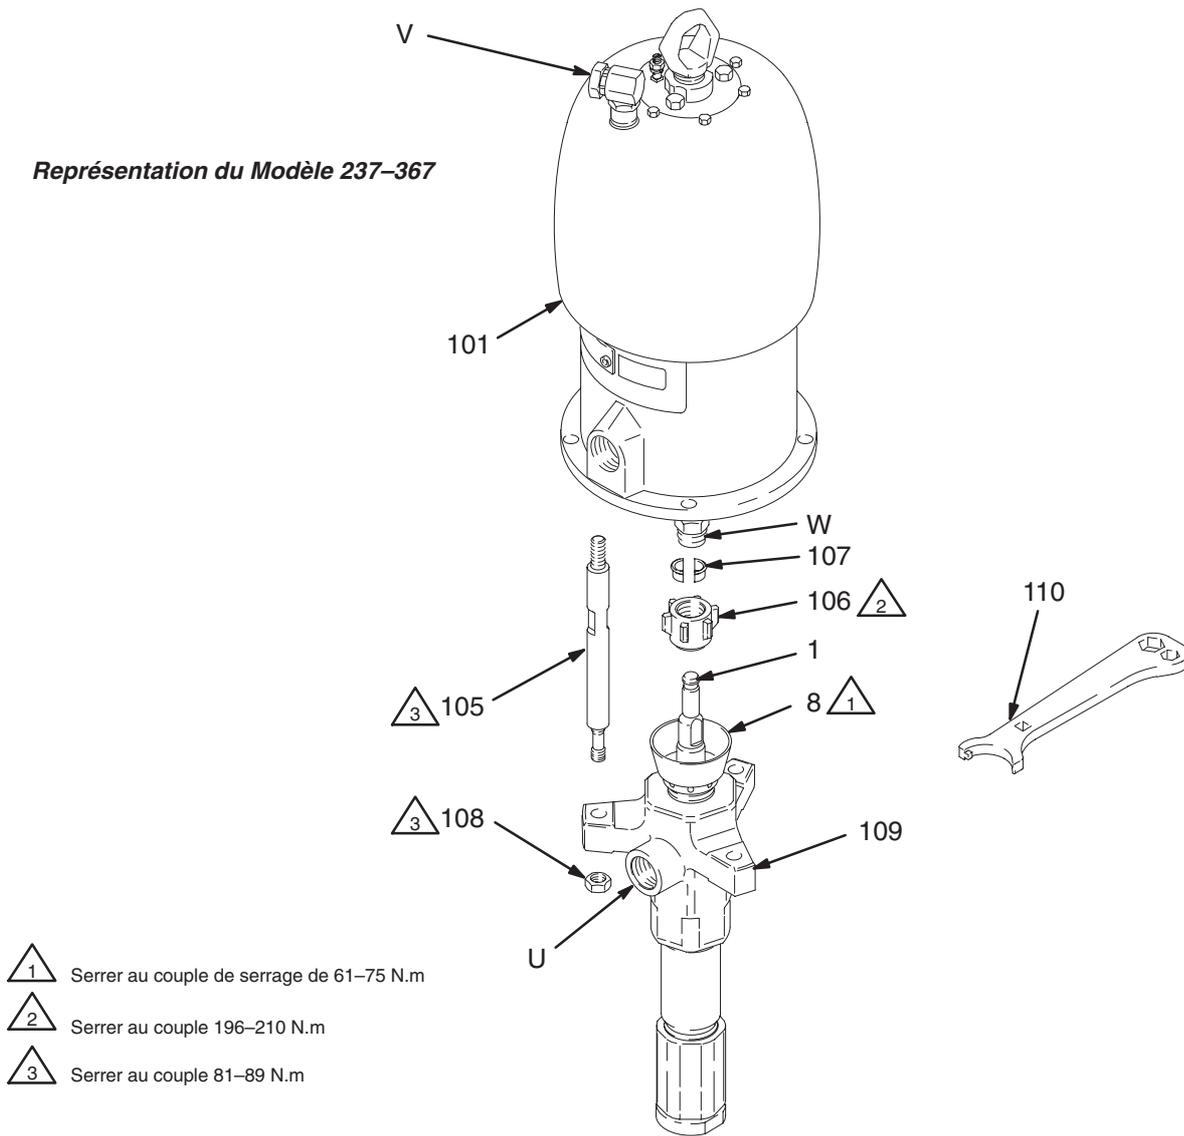

Fig. 4
5. En utilisant une clé à molette (ou un marteau et une tige), dévisser le manchon d'accouplement (106) de l'arbre du moteur (W). Veiller à ne pas perdre ni laisser tomber les bagues d'accouplement (107). Voir la Fig. 4.
6. Maintenir les méplats des tirants avec une clé pour empêcher la tige de tourner. Dévisser les écrous (108) des tirants (105). Enlever avec précaution le bas de pompe (109) du moteur (101).
1. S'assurer que le manchon d'accouplement (106) et les bagues d'accouplement (107) sont en place sur la tige de piston (1). Voir la Fig. 4.
2. Prévoir au moins deux personnes pour maintenir le bas de pompe pendant qu'une troisième personne le réaccouple au moteur (voir la rubrique **ATTENTION** ci-contre). Orienter la sortie produit (U) de la pompe vers l'entrée d'air (V) conformément aux instructions de l'étape 4 dans le paragraphe précédent. Placer le bas de pompe (109) sur les tirants (105).
3. Serrer les écrous (108) sur les tirants (105) à un couple de serrage de 81 à 89 N.m.
4. Visser le manchon d'accouplement sur la tige du moteur (W) sans trop le serrer. Maintenir la tige du moteur avec une clé pour l'empêcher de tourner. Utiliser une clé à molette pour serrer le manchon d'accouplement. Couple de serrage à 196–210 N.m.
5. Reconnecter les flexibles. Reconnecter le câble de terre s'il a été débranché. Remplir l'écrou de presse-étoupe (8) au tiers de lubrifiant Graco (TSL) ou d'un solvant compatible.